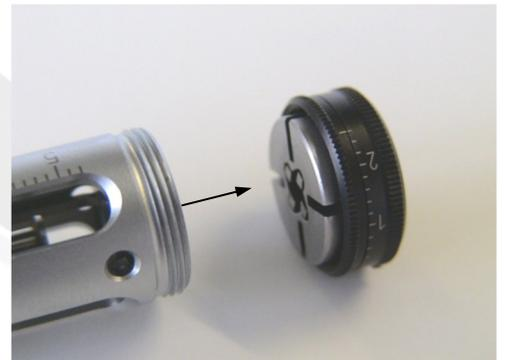

Bild 18. Zentriervorrichtung entfernen
- Die Zentriervorrichtung kann nun als ganze Baugruppe entfernt werden. **(Bild 18)**